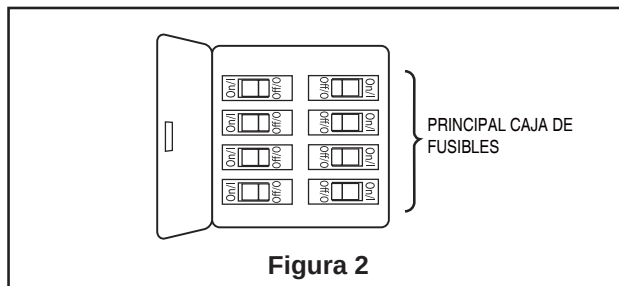

Figura 2
- ☐ 2. Restaure la fuente de alimentación de la toma de corriente enciendo la electricidad del fusible principal. (Figura 2)